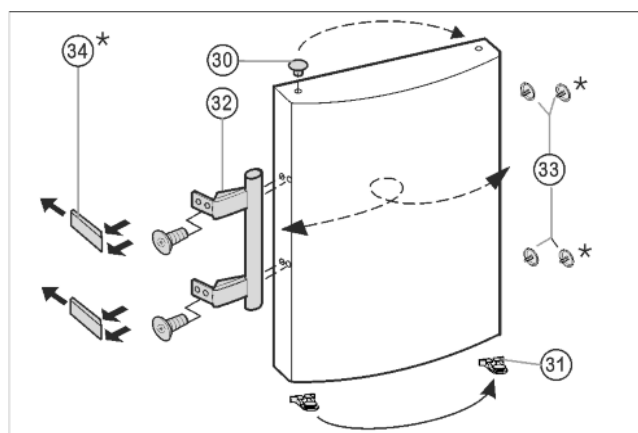

Fig. 7
- ▶ Витягніть пробки *Fig. 7 (33)* із втулок на дверцятах і переставте їх.
- ▶ Зніміть ручку дверцят *Fig. 7 (32)*, пробки *Fig. 7 (33)* та пластини* *Fig. 7 (34)* і переставте на протилежний бік.